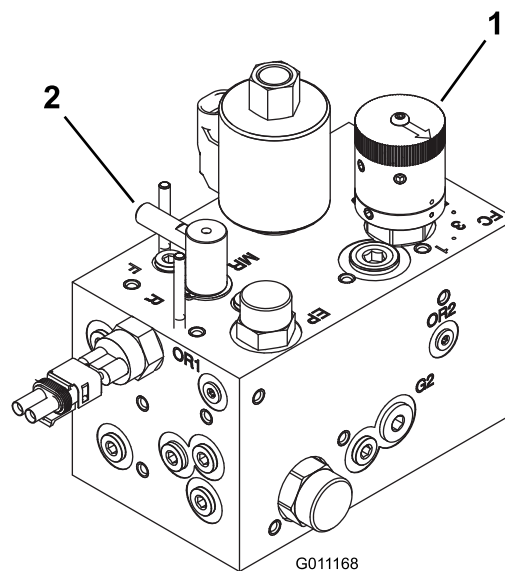

Figura 47
2. Girate la manopola di comando della velocità dei cilindri (Figura 47) fino al numero impostato determinato nella fase 1.